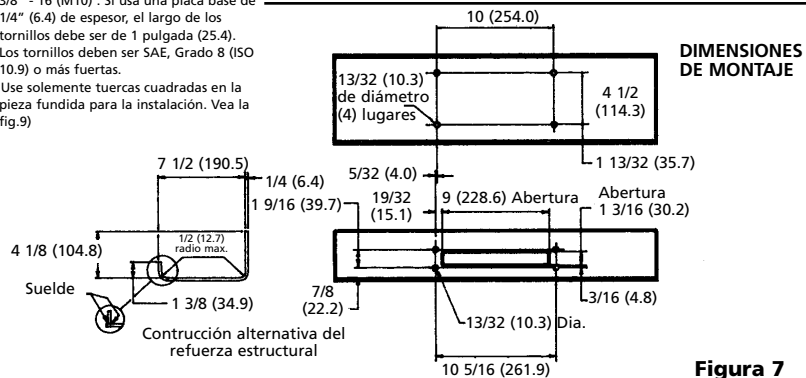
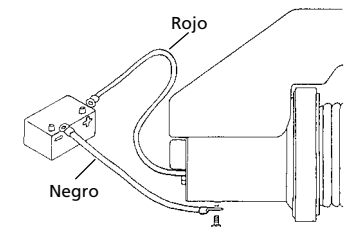

Figura 7
Figura 10
Si no se usa una placa de montaje Superwinch, consulte en la Figura 7 una guía para contruir un sistema de montaje.
2. Conecte el cable largo codificado negro a la caja del motor (vea la Figura 10). Monte el cabrestante a la base del juego de montaje o al montaje que usted destinó para el efecto (vea la Figura 7).